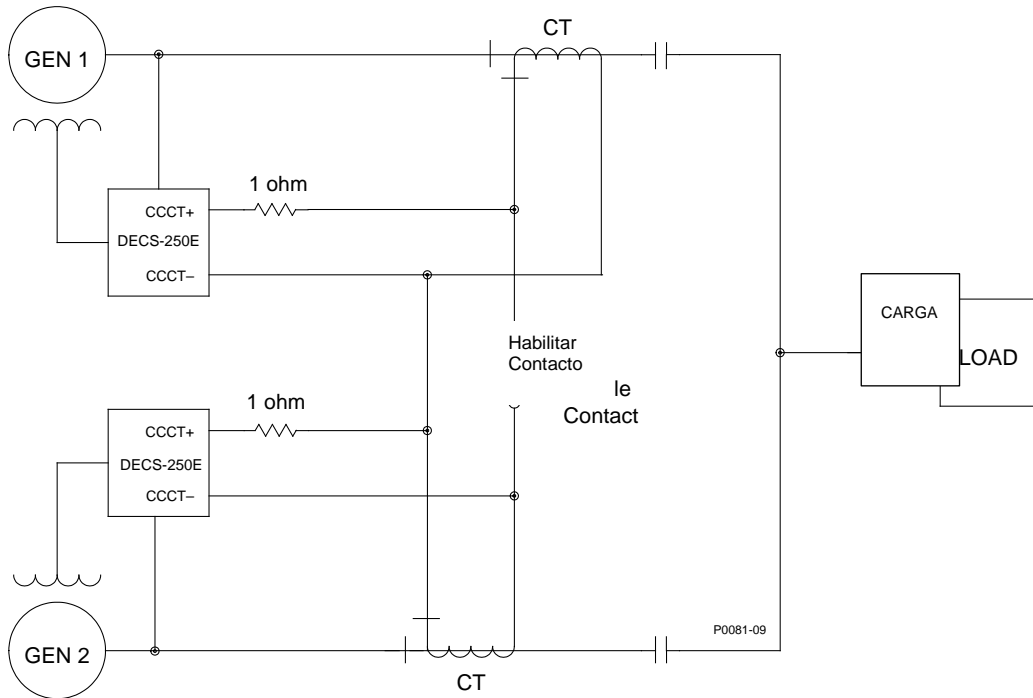

Figura 14. Conexiones para la Compensación de Corriente Cruzada
El modo de compensación de corriente cruzada (diferencial reactivo) permite que dos o más generadores en paralelo puedan compartir una carga común. Como se muestra en la Figura 14, cada generador es controlado por el DECS-250E utilizando la entrada de compensación de corriente cruzada (terminales CCCT+ y CCCT-) y un transformador de corriente externa dedicado (TC) para medir la
corriente del generador. Las resistencias mostradas en la Figura 14 se utilizan para establecer la carga y pueden ajustarse para adaptarlas a la aplicación. Asegúrese que el valor de potencia de las resistencias sea adecuado para la aplicación.